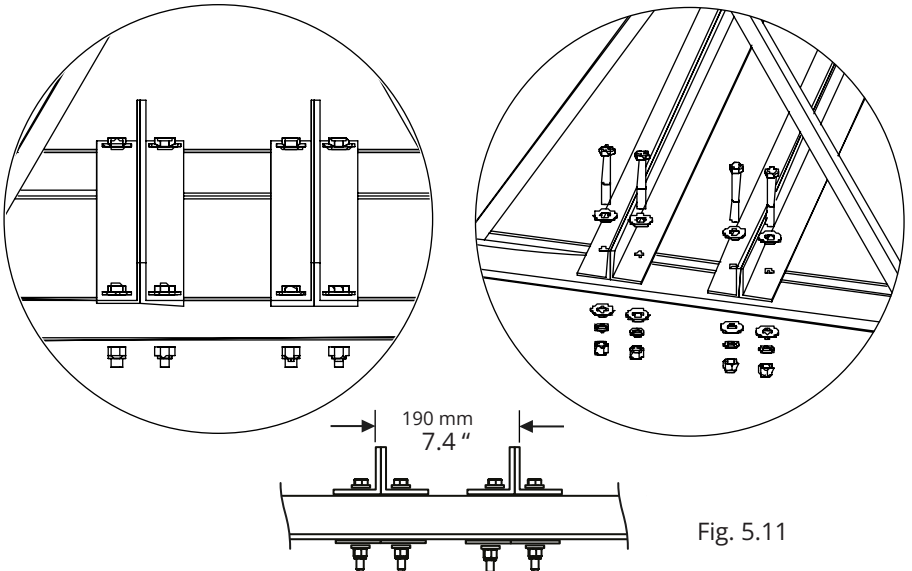

Fig. 5.11
d) Perfiles Angulares Dobles: Coloca los perfiles angulares con los agujeros de instalación del ventilador en el interior, uno frente al otro (Fig. 5.11).